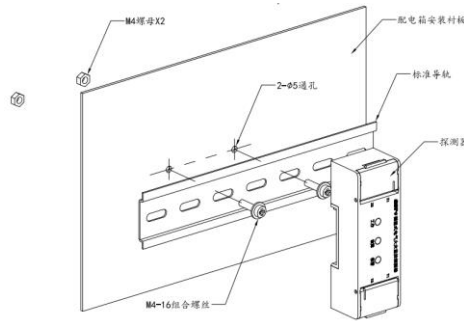

图 2.37 信号处理单元导轨安装图
4.4.1 探测器信号处理单元的安装，如图 2.37 所示。